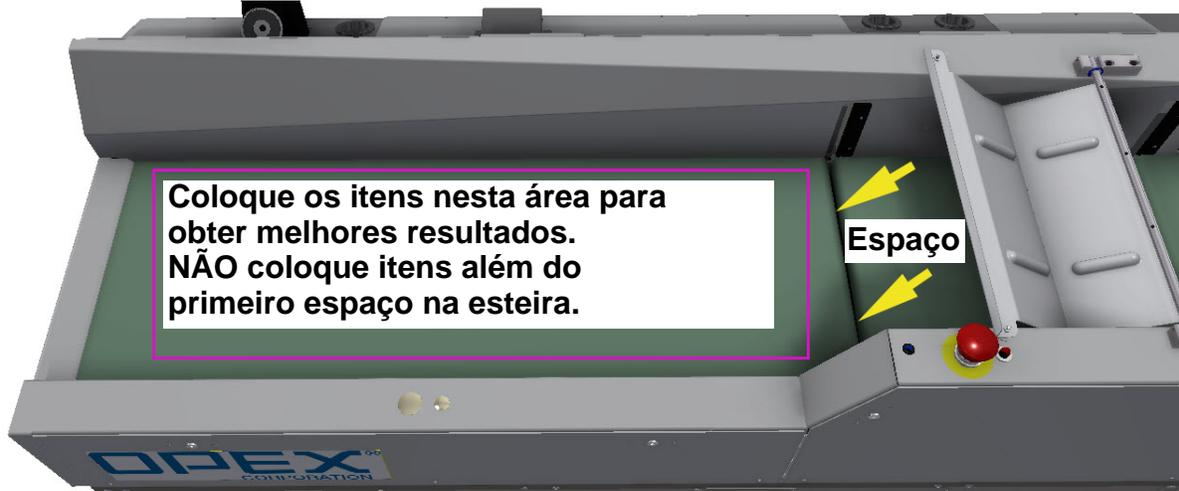

Figura 4-38: "Áreas de Depósito" do Transportador
5. Coloque o item sobre o transportador conforme mostrado abaixo (consulte Figura 4-38 na página 154).